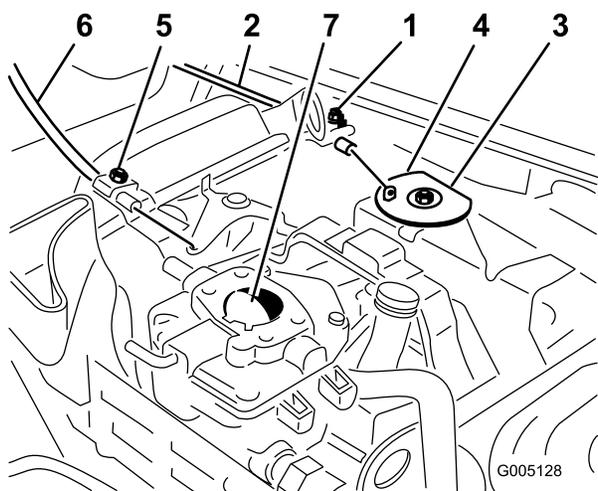

Figura 46
1. Liberte o parafuso que fixa o cabo ao motor (Figura 46).
3. Puxe o cabo do regulador até que a zona traseira da cavilha entre em contacto com o batente (Figura 46).
3. Puxe o cabo do ar até que a borboleta se encontre completamente fechada e em seguida aperte o parafuso de fixação do cabo (Figura 46).